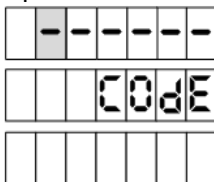

Рисунок 23
8.1 Вход в режим настройки осуществляется при последовательном нажатии кнопок **[C]** и **[→]** с паузой между нажатиями не более 3 секунд. Колонка должна находиться в свободном состоянии (все операции связанные с отпуском топлива должны быть завершены). При этом на табло появится приглашение ввести пароль администратора устройства (рисунок 23).